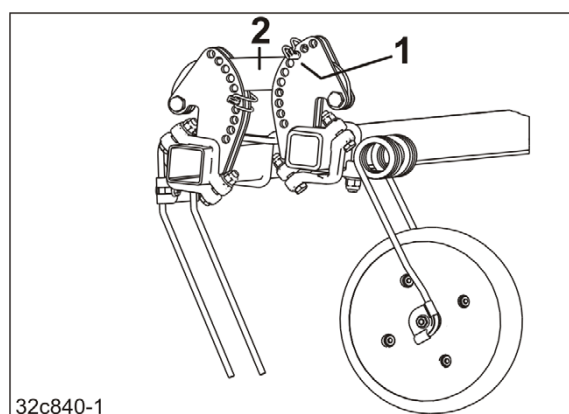

图 181
3. 通过换插管件折叠插头（图 181/1）可设置耙齿的作业深度。
- 在导杆（图 181/2）的上部，
作业深度越大，管件折叠插头（图 181/1）插入调节部分越深。